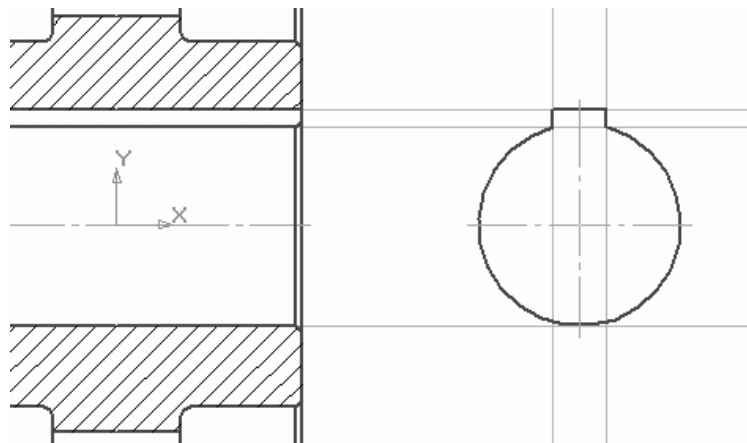

Рис. 2.132. Доработка чертежа зубчатого колеса
3. Немного правее от вставленного изображения постройте профиль отверстия в ступице, принимая, что глубина шпоночного паза при диаметре отверстия 85 мм равна 5,4 мм, а ширина паза – 20 мм. Отталкиваясь от профиля отверстия, отредактируйте сечение колеса, дорисовав шпоночный паз в разрезе (рис. 2.132).